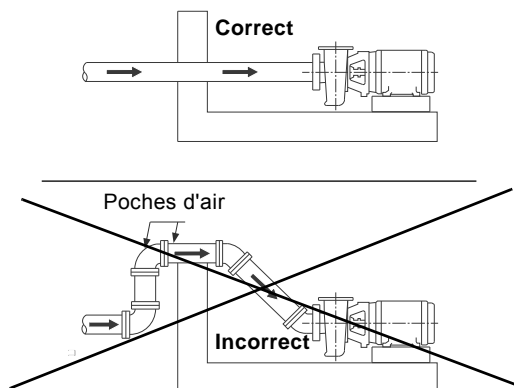

Fig. 3 Prévention des poches d'air
- Éviter les points hauts, tels que les boucles de tuyauterie (voir fig. 3), car ceux-ci peuvent créer des poches d'air et étrangler le système ou encore provoquer un pompage irrégulier.